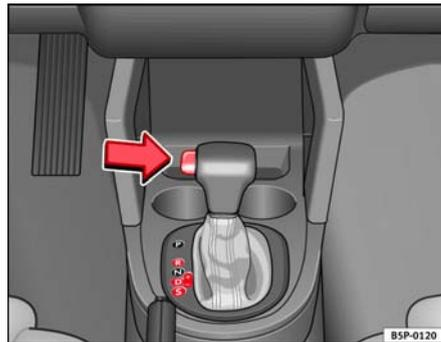

Fig. 137 Conducción
- Presione el pulsador del pomo (situado en la parte izquierda del mismo, => fig. 137).